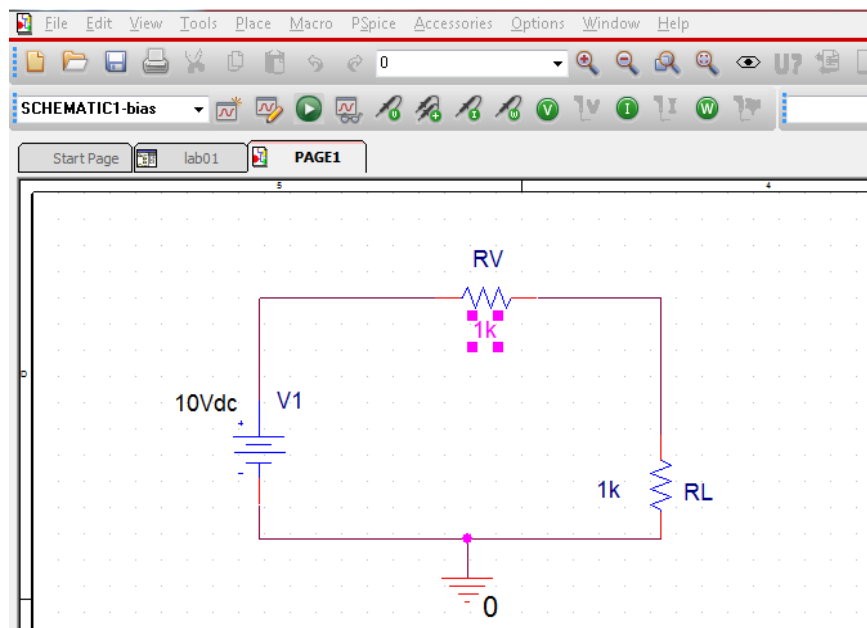

Рисунок 1.12 – Остаточний вигляд схеми послідовного кола з двома резисторами
7. Натиснувши на назви елементів подвійним натиском лівої клавіші миші, можна змінити назву елемента. Таким чином змініть назви резисторів на R_V і R_L (рис. 1.12).
Для того, щоб ваша схема послідовного кола точно відповідала зразку на рис. 1.12, треба резисторам і джерелу напруги вказати їх характеристики-